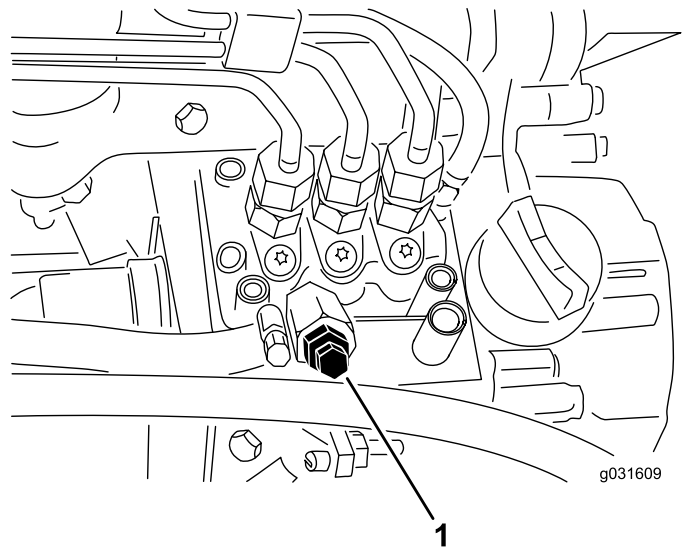

Рисунок 50
4. Выверните винт стравливания воздуха из насоса для впрыска топлива (Рисунок 50).